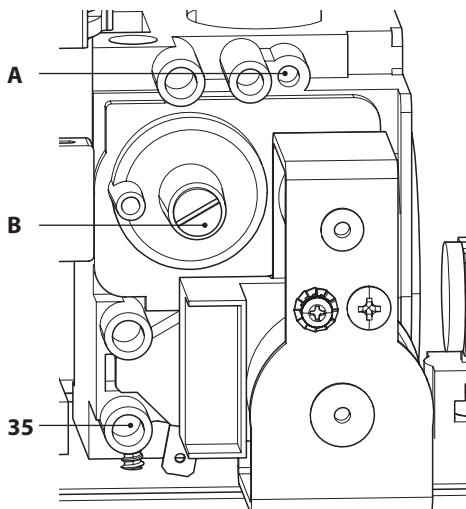

Figura 7.5
- A caldaia spenta (fuori servizio), controllare la pressione di alimentazione utilizzando la presa 35 in Figura 7.5 e confrontare il valore letto con quelli riportati nella tabella Pressioni di alimentazione gas nella sezione "Dati tecnici" pag. 30.
- Richiudere bene la presa di pressione 35 in Figura 7.5.
- Per tarare il **CO₂** della caldaia (pressione del gas al bruciatore) svitare completamente il tappo in ottone di protezione **B** e agire sulla vite a brugola ø 4 mm sottostante Figura 7.5, girando in senso orario il **CO₂** aumenta.
regolazione massimo RQ (A in Figura 7.5) della valvola gas e tarare il CO_2 allo stesso valore riportato nella sezione "Dati tecnici" in tabella "Dati in sanitario" pag. 30 (modello M260.2025 SM/T) e pag. 34 (modello M260.3035 SM/T). Girando in senso orario il CO_2 diminuisce.